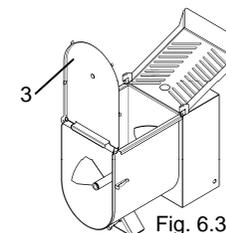

Fig. 6.3.3
- Relever le portillon "3" Fig. 6.3.3